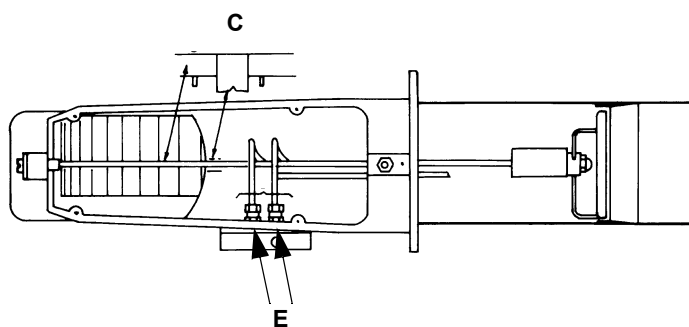

Рис. 15b
- Рис. 15b - отвинтить муфты трубочек подачи дизтоплива при помощи 2-х гаечных ключей, чтобы не ослабить соединения распределительного блока; после этого следует отвинтить винт VRT;